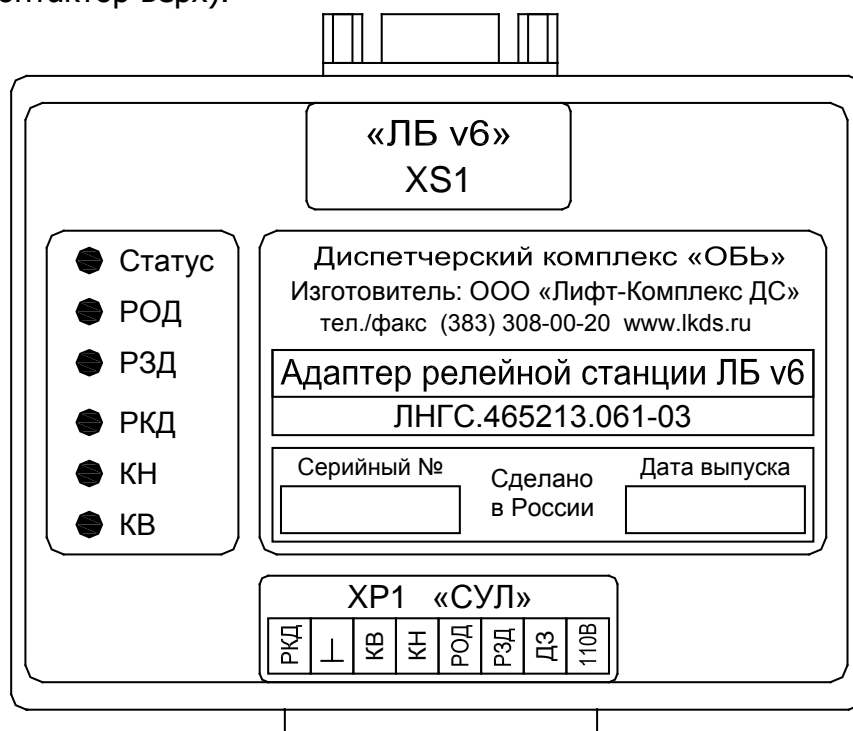

Рис. 2. Внешний вид адаптера релейной станции
1.5.2. На крышке корпуса адаптера релейной станции (см. рис. 2) элементы индикации: